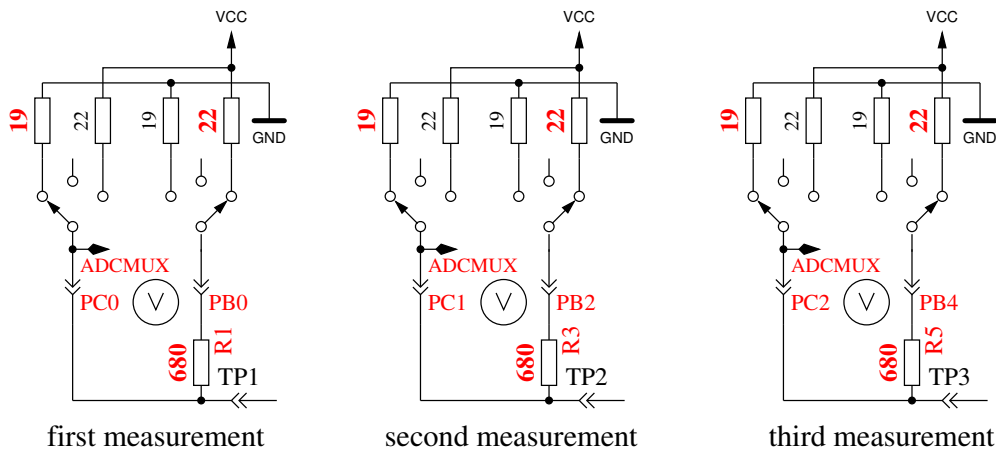

Abbildung 5.60. Messung des Innenwiderstandes von auf GND geschalteten Port-C-Ausgängen.
5. Dieser Schritt testet die **Fähigkeit von mit GND (-) verbundenen 470kΩ-Widerständen (H) die Testpins auf GND zu ziehen**. Zeile 1 zeigt den Text „RH-“. Zeile 2 sollte für alle drei Pinne Null mV anzeigen.
6. Dieser Schritt testet die **Fähigkeit von mit VCC (+) verbundenen 470kΩ-Widerständen (H) die Testpins auf VCC zu ziehen**. Zeile 1 zeigt den Text „RH+“. Der bestmögliche mV Wert für die drei Messungen wäre 0 in Zeile 2, da die Diffenz zu VCC dargestellt wird. Große Abweichungen vom Idealwert für Schritt 5 und 6 sind Fehler wie Isolations-Problem, Flussmittelreste oder beschädigter Port.
8. **Messung des Innenwiderstandes eines auf GND geschalteten Ausgangs.** Dieser und die folgenden Schritte werden nur bei gewählter AUTO_CAL Option durchgeführt. Die internen Port C Widerstände von auf GND (-) geschalteten Ausgängen werden mit dem Strom der nach VCC (+) geschalteten 680Ω Widerstände gemessen, siehe Abbildung 5.60. Es werden nur die drei Pins des ADC-Ports vermessen, die Widerstands-Ports PB0, PB2 und PB4 können nicht ohne Veränderung der Hardware gemessen werden. Es wird angenommen, dass die Portwiderstände von unterschiedlichen Ports nahezu identisch sind. Der Widerstandswert wird im nächsten Schritt mit ausgegeben.